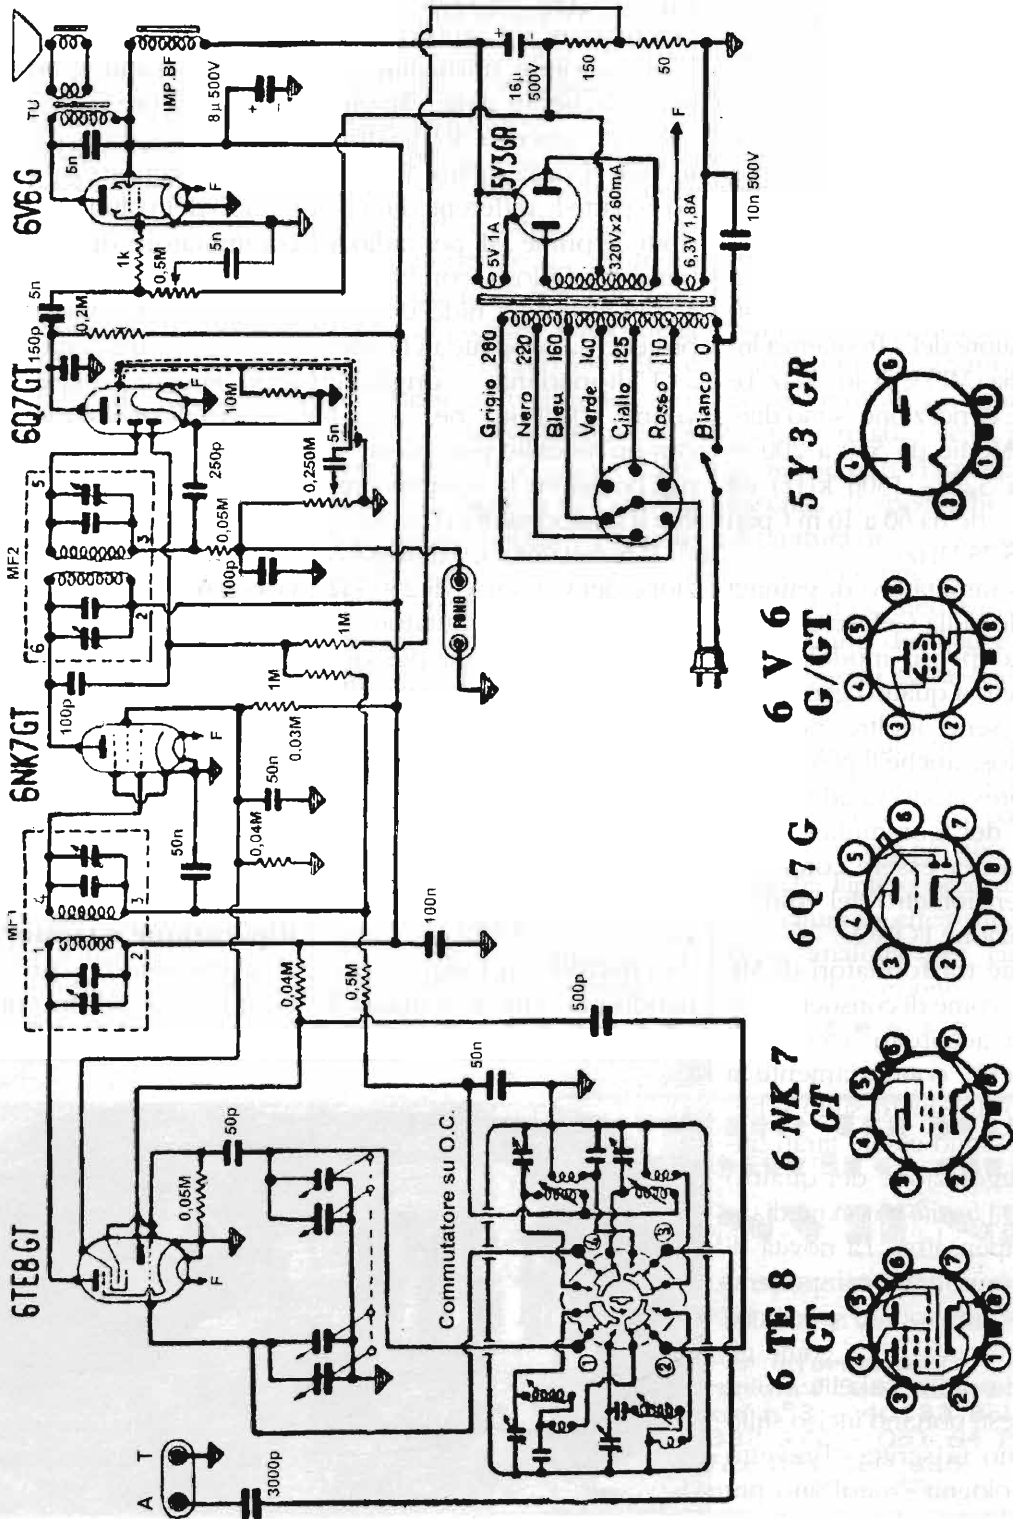

Figura 4 - Schema elettrico del mod. Rosa della Radio Neri.
Lo schema elettrico di figura 4 è il risultato di questa ricerca, ed è stato corretto in base alle differenze riscontrate sull'esemplare in oggetto. Come si vede, si tratta di una classica supereterodina con triodo-epitodo convertitore e variabile a due sezioni uguali di $440+440\text{ pF}$. Il valore della frequenza intermedia (MF) è di 467 kHz . Le gamme di ricezione sono due: Onde Medie da $550\text{ a }200\text{ m}$ (pari a $526 - 1500\text{ kHz}$) ed Onde Corte da $60\text{ a }16\text{ m}$ (pari a $5 - 18,75\text{ MHz}$).